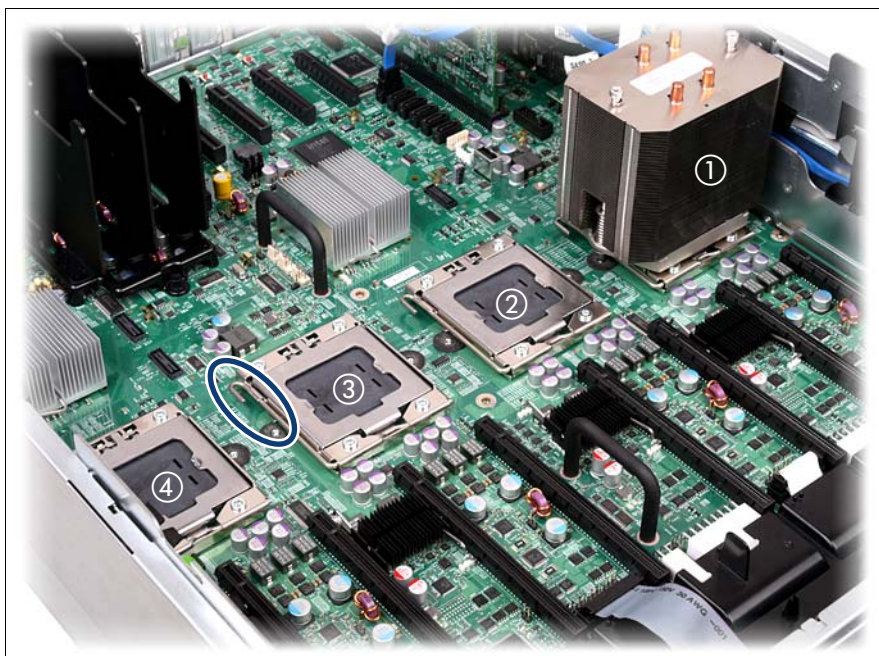

図 16: ソケットレバーを開く
- ▶ ソケットレバーを横に押して外し、最後まで起こします (35 ページ の 図 16 を参照)。